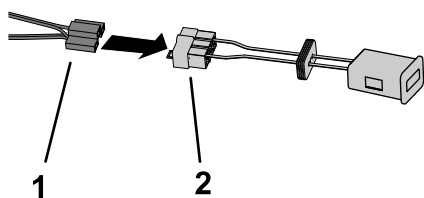

Figura 3
4. Conectai contorul orar wireless la fasciculul de cabluri al setului WHM (**Figura 3**).